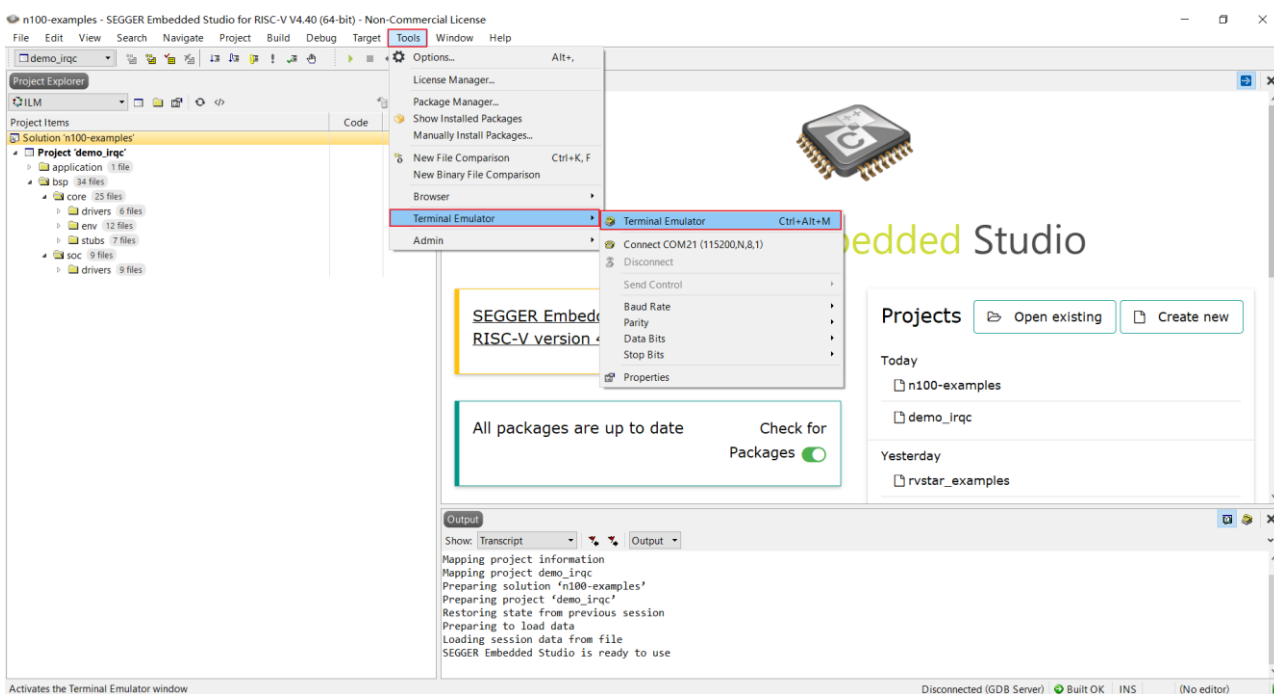

图 4-9 打开 SES 串口工具
- 连接蜂鸟调试器后，如图 4-9，在菜单栏选择 “Tools-->Terminal Emulator-->Terminal Emulator” 打开串口工具。